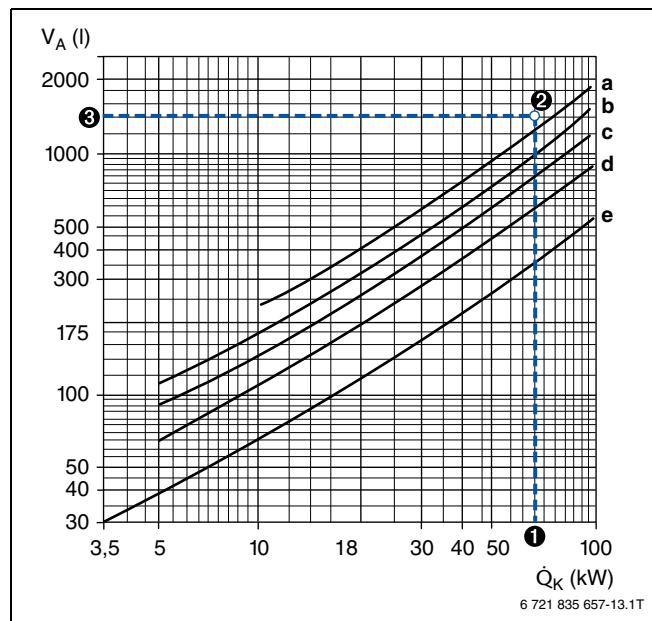

Рис. 69 Прибл. значення середнього об'єму води опалювальних установок (згідно з Директивою ZVH 12.02)
Залежно від різних параметрів опалювальної установки її об'єм можна побачити на рис. 69.
- 3 загальний об'єм води установки = 1400 л ($\rightarrow$ рис. 69, крива а)
Залежно від максимальної температури лінії подачі ϑ_v , яку необхідно визначити, та попереднього тиску p_0 розширювального бака (AG), що визначається за формулою 1, з наведеної нижче таблиці можна дізнатися макс. допустимий об'єм установки для різних AG. Об'єм установки, що визначається за пунктом ③ з рис. 69, повинен бути меншим за макс. допустимий об'єм установки ④. Якщо це не так, слід обрати більший розширювальний бак.
- ① температура лінії подачі (→ табл. 29): $\vartheta_v = \leq 50\text{ }^{\circ}\text{C}$
- ② поперед. тиск AG (→ табл. 29): $p_0 = 1,5\text{ бар}$
- ③ об'єм установки (→ рис. 69): $V_A = 1400\text{ л}$
- ④ необхідним є AG об'ємом 80 л (→ табл. 29), оскільки тут визначений за рис. 69 об'єм установки ③ менший за макс. допустимий об'єм установки.